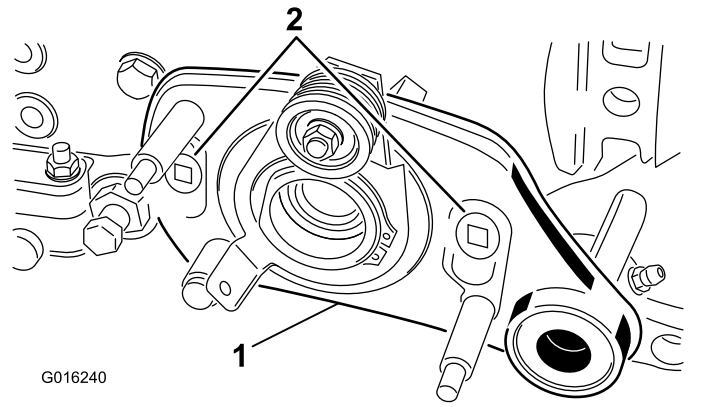

Figura 8
8. Rimuovete i 2 bulloni di spallamento che fissano il gruppo della piastra di trasmissione al telaio dell'apparato di taglio (Figura 8).
9. Rimuovete il gruppo piastra di trasmissione groomer (Figura 8) dall'albero di grooming e dall'apparato di taglio, quindi individuate e recuperate lo spessore del groomer.